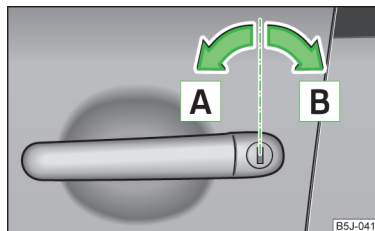

Fig. 32
- ▶ Ruotare la chiave nel cilindro della porta lato conducente nella direzione di marcia (posizione di sbloccaggio) **A** » fig. 32.
- Ruotare la chiave nel cilindro in senso contrario alla direzione di marcia (posizione di bloccaggio) » fig. 32 a pagina 52.